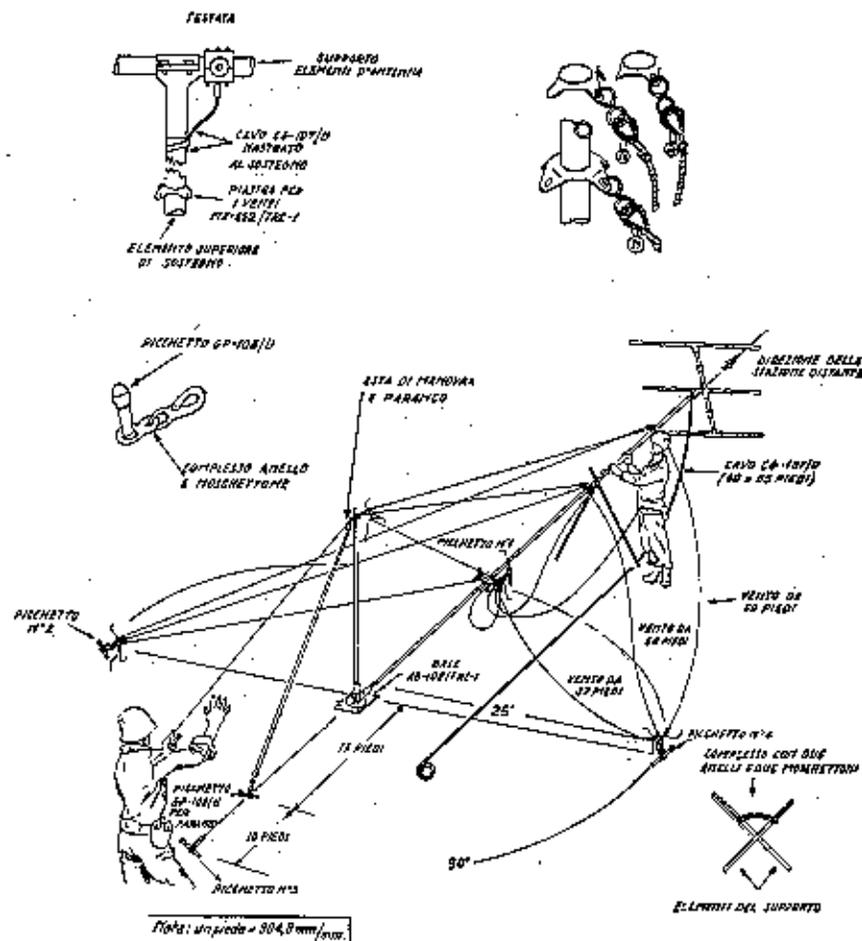

Fig. 13 - AN/TRC-1 - Erezione dell'antenna AS-19F/TRC-1.
- piantare i picchetti (GP-108/U) 1, 2, 3, 4, a 90 gradi tra loro come indicato nella fig. 13;
- innestare alla base i primi 4 elementi di antenna e in cima infilarvi la piastra dei venti corti (37"); innestare altri 3 elementi di antenna e in cima infilarvi la piastra dei venti medi (50"); innestare altri 3 elementi di antenna ed in cima infilarvi la piastra dei venti lunghi (60"); innestare l'elemento di supporto e sistemare l'antenna come in fig. 13;
- piantare il picchetto di sollevamento nella posizione indicata dalla *fig. 13* ed ancorarvi la fune dell'asta di manovra;
- sollevare in posizione verticale l'asta di manovra. Le funi di manovra ed i venti dell'albero debbono essere in tensione come in *fig. 13*;